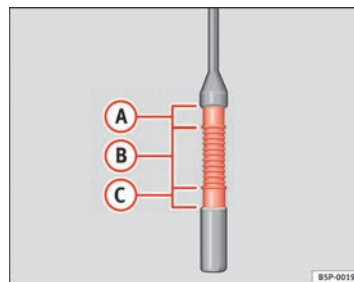

Fig. 164 Varilla de medición del nivel de aceite.
- A continuación, vuelva a extraerla y compruebe el nivel de aceite ⇒ fig. 164. En caso necesario, reponga aceite del motor. ►